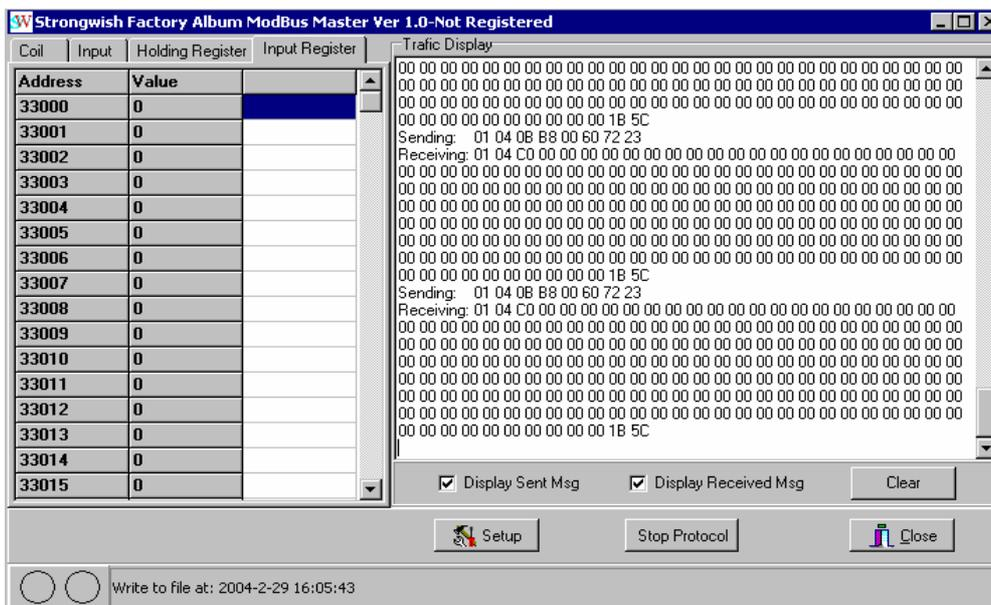

图 6-3 通讯量显示界面
4. 设置完成后点击“Start Protocol”，信息栏如图 6-3 所示，表示通讯成功。Value 栏中显示各个地址的数据，左下角有两个绿色的小指示灯交替闪烁。